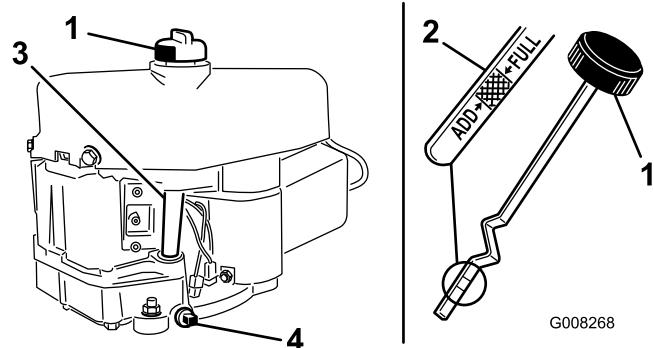

Figura 24
7. Limpie alrededor de la varilla (Figura 24) para impedir que caiga suciedad por el orificio de llenado y cause daños en el motor.
8. Desenrosque la varilla y límpie el extremo metálico (Figura 24).
9. Enrosque la varilla de aceite a fondo en el tubo de llenado (Figura 24).
9. Retire el tapón de vaciado de aceite para que se vacíe el aceite (Figura 24).
11. Limpie alrededor de la varilla y desenrosque el tapón (Figura 24).
12. Vierta lentamente aproximadamente un 80% del aceite de motor por el tubo de llenado (Figura 24).